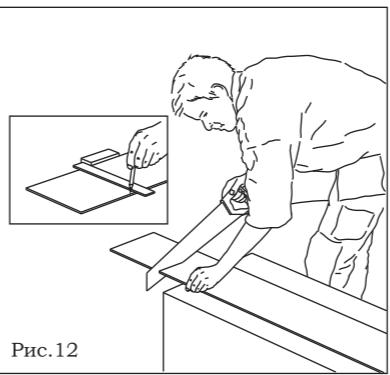

Рис.12
- Е Отпилите межстоеевые пластины (ДВП) по длине и ширине, согласно размерам проема. Необходимо помнить, что пластины должны входить в пазы стоек, а по длине пластина должна входить на 3-5мм в паз импоста. Вставьте межстоеевые пластины в пазы стоек, предварительно промазав kleem. Рис.12,13,14.**